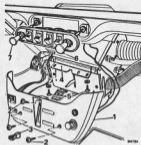

Abb. 2
- (4) Die drei Sicherungsschrauben abnehmen und Heizungsblech von Heißkörper trennen, wobei der Schalter für die beleuchtete Beckenleuchte und der Zigarrenanzünder noch angeschlossen bleiben, s. Abb. 2.
- (5) Die zwei Schrauben abnehmen, die das Vorderblech der Heizung an der Unterseite der Paketablage sichern und Heizung senken (Abb. 2).
- (6) Bohllöcherlösen, die das Kabel an der Schalttafel sichern und entsprechende Kabelteile herausschneiden.
- (7) Kabelhülle von unten abziehen.